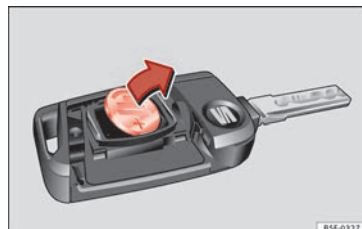

Fig. 121 Chave do veículo: extrair a pilha.
- Extraia a pilha do compartimento com um objeto fino adequado » **Fig. 121**.
- Coloque a pilha nova no compartimento, pressionando-a tal como se mostra » **Fig. 121**, no sentido contrário ao da seta » **!**.